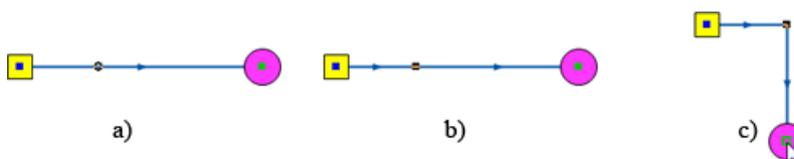

Рисунок 6.8. Добавление точки перелома
2. Отметить точку разбиения на участке. Подвести курсор к предполагаемой точке перелома и нажать левую клавишу мыши. Место перелома на отрезке отобразится кружком (смотрите Рисунок 6.8, «Добавление точки перелома»а);
3. Нажать кнопку  на панели инструментов или щёлкнуть правой кнопкой мыши и выбрать Добавить точку перелома. На участке появится точка перелома (смотрите Рисунок 6.8, «Добавление точки перелома»б).
2. Подвести курсор к предполагаемой точке перелома и, удерживая клавишу Ctrl, нажать левую клавишу мыши (смотрите Рисунок 6.8, «Добавление точки перелома» б).
3. Была создана новая точка перелома на участке, после чего при необходимости участок сети можно изогнуть (Рисунок 6.8, «Добавление точки перелома»с).